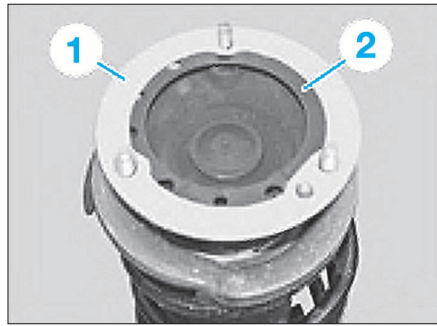

FIG. 18
- remonter un joint d'étanchéité (1) neuf et l'insert en tôle (2) (Fig.18).